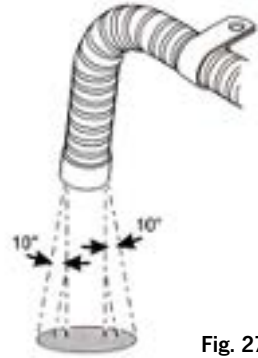

Fig. 27
- El tubo de escape debe terminar perpendicular a la superficie de la carretera [fig. 27 ($90^{\circ} \pm 10^{\circ}$)].